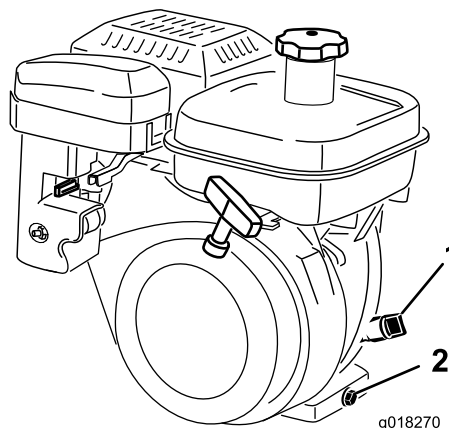

Figura 34
3. Limpie alrededor del indicador del nivel de aceite (Figura 34)
4. Retire el indicador del nivel de aceite girándolo en sentido antihorario (Figura 34).
2. En la parte trasera de la máquina, coloque un recipiente debajo del tapón de vaciado (Figura 34). Afloje el tapón de vaciado.